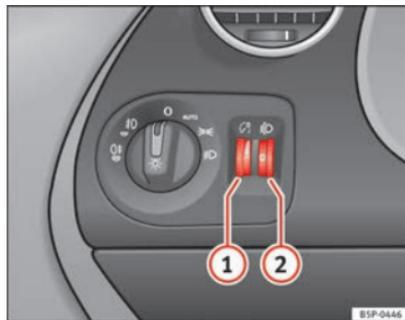

Fig. 72 Tablero de instrumentos: reguladores de la iluminación de instrumentos y mandos y del alcance de los faros
Con las luces encendidas se puede regular la intensidad de la luz de los instrumentos y mandos girando la ruedecilla moleteada → fig. 72 ①.